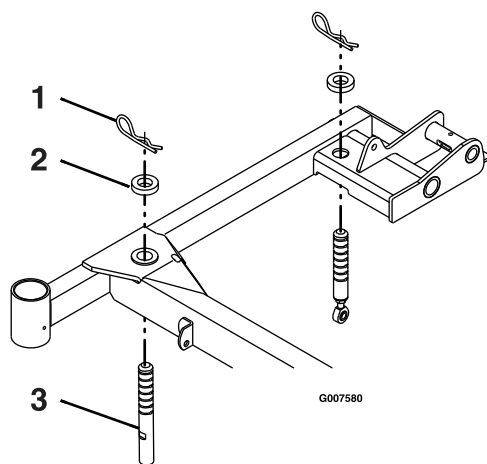

Figure 69
3. Vérifiez que toutes les goupilles fendues sont insérées dans les trous de hauteur de coupe de 7,62 cm et que des entretoises sont placées dessous (Figure 69).
de 7,62 cm à l'avant du plateau et de 8,26 cm à l'arrière du plateau (Figure 69).